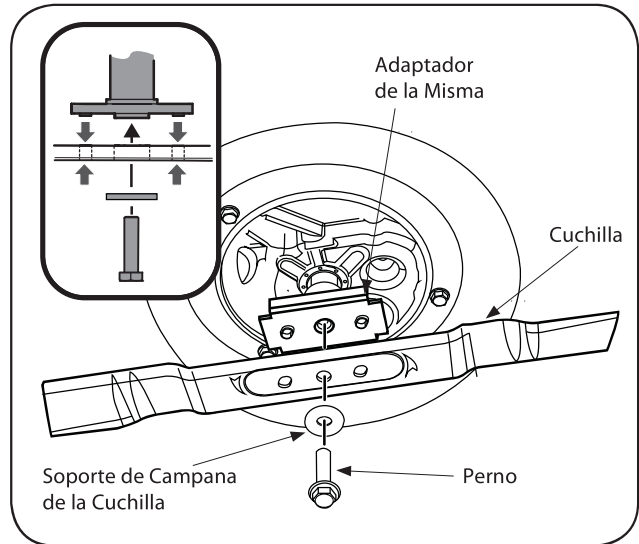

Figura 9
2. Saque el perno y el soporte de campana de la cuchilla que sostienen la cuchilla y el adaptador de la misma al cigüeñal del motor. Vea la Figura 9.
5. Lubrique el cigüeñal del motor y la superficie interna del adaptador de la cuchilla con aceite ligero. Deslice el adaptador de la cuchilla sobre el cigüeñal del motor. Instale la cuchilla en el adaptador con el lado marcado "Bottom" (inferior) (o con el número de parte) hacia el piso cuando la cortadora de césped está en posición de funcionamiento. Asegúrese que la cuchilla quede alineada y asentada en las bridas del adaptador. Vea la Figura 9 inserto.